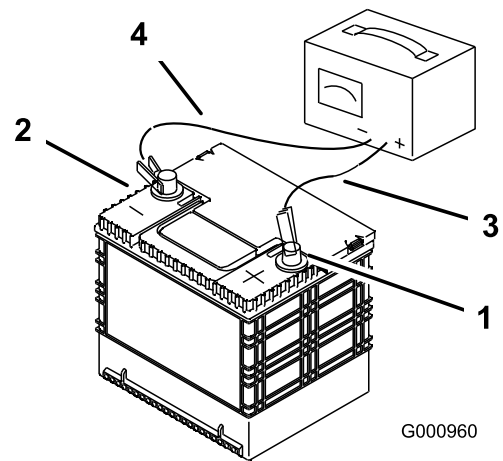

Figura 63
2. Quando a bateria estiver totalmente carregada, desligue o carregador da tomada elétrica e em seguida desligue os cabos do carregador dos bornes da bateria (Figura 63).